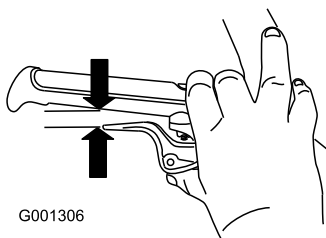

Bild 9
5. Drücken Sie den Hebel ganz durch. Prüfen Sie dann den Abstand, der zwischen der Unterseite des Holms und dem Ende des Radkupplungshebels besteht (Bild 9).